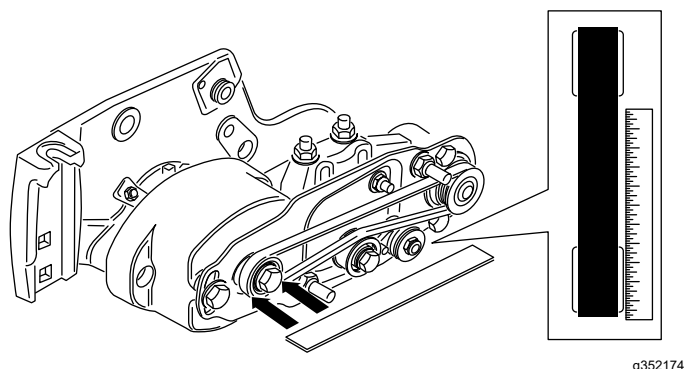

図 17
- 駆動プーリの外側面に直定規を当てる 図 17。駆動プーリと受動プーリの両方に直定規を当てないこと。